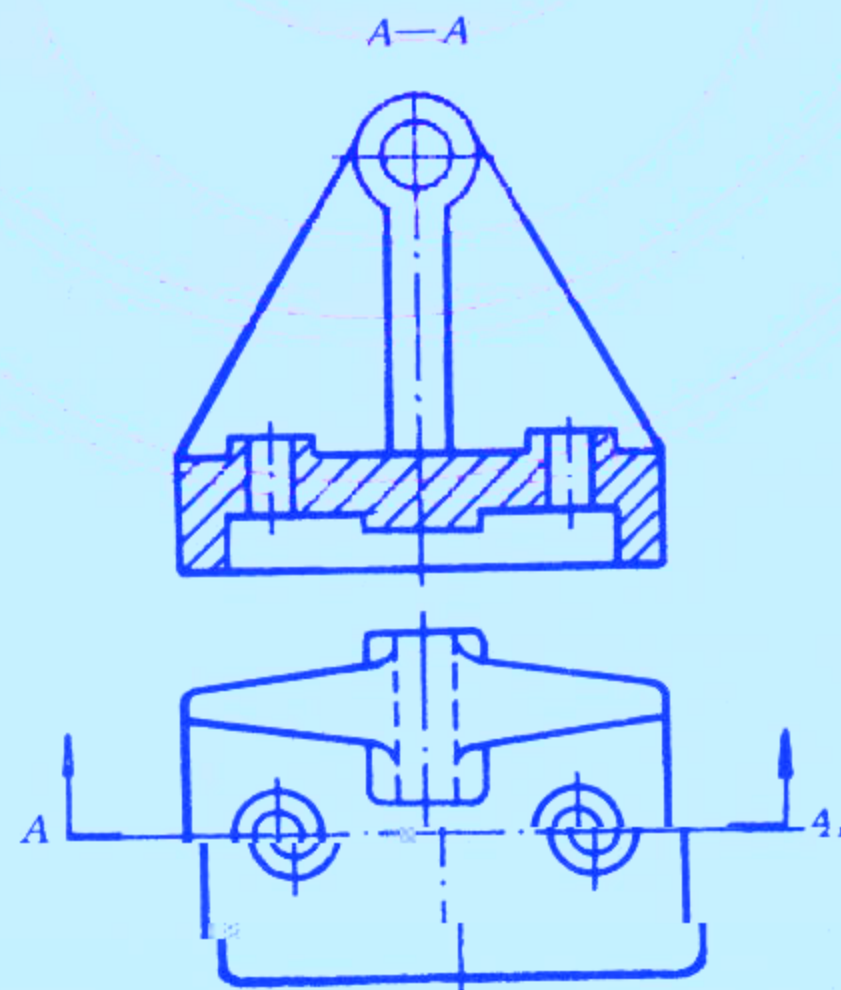

图 4
用剖切面完全地剖开物体所得的剖视图(图4)。
8.1 一般应标注剖视图或移出断面图的名称“×—×”(×为大写拉丁字母或阿拉伯数字)。在相应的视图上用剖切符号表示剖切位置和投射方向,并标注相同的字母(图 4)。